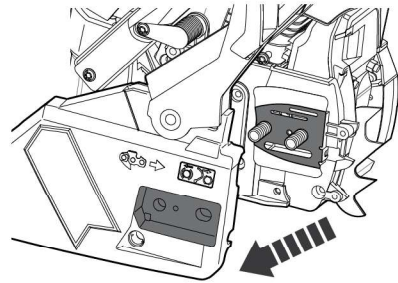

Fig. 3
- > Remova a corrente e a placa espaçadora dos pernos (19) (a placa não deve voltar a ser instalada)(Fig. 3).